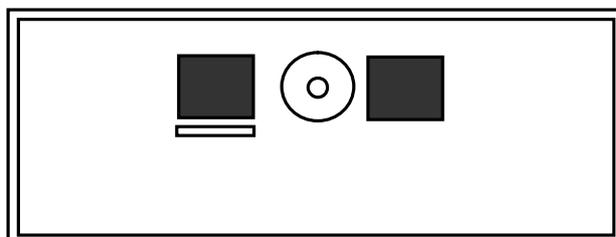

Рис. 3
11.1 В торцевой части Блока управления располагаются три разъема для подключения кабеля Электропривода заслонки (красная линия), блока питания, а так же кабеля для подключения прибора к персональному компьютеру (Рис.3):